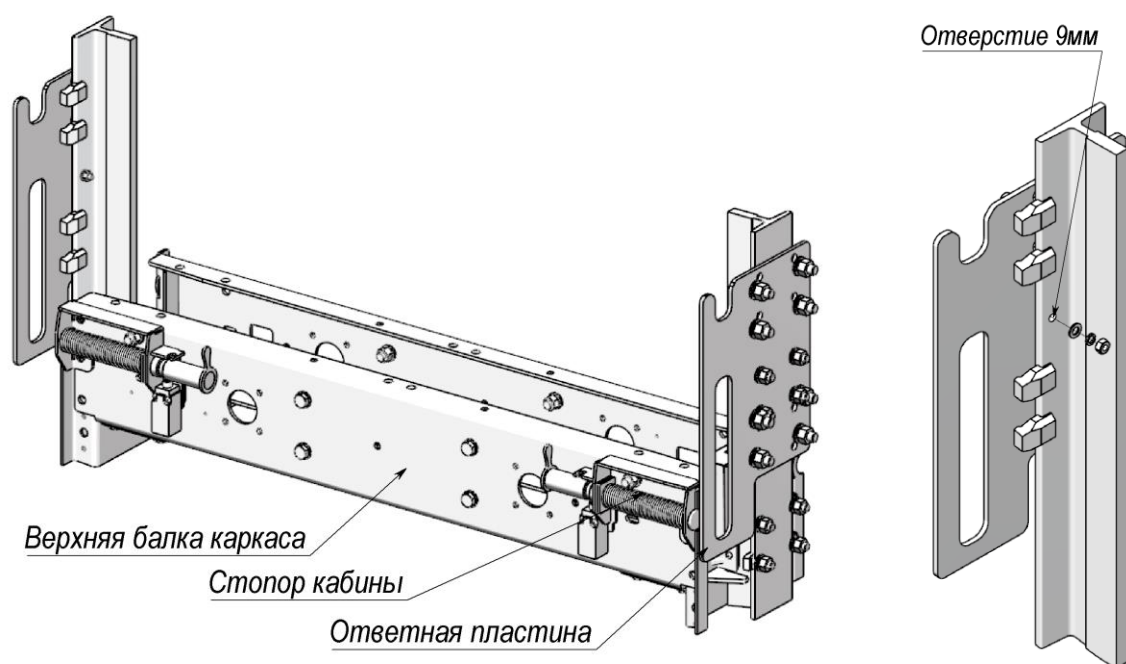

Рис.42
Стопорные устройства предназначены для удержания кабины. В комплект устройств входят два стопора и две ответные пластины (рис. 42)
- 7.6.1. Закрепить стопорные устройства на верхней балки каркаса в задней части (рис.42).